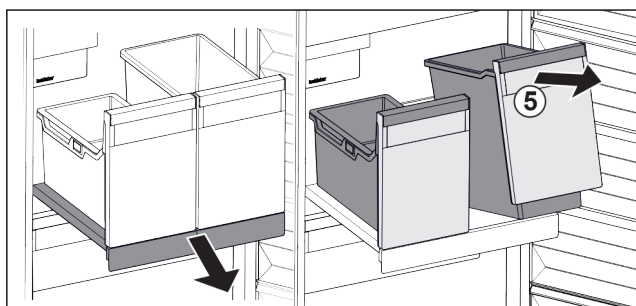

Fig. 84
- ▶ Unieść pojemnik Fig. 84 (5) z przodu.